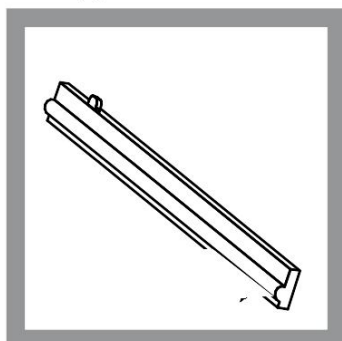

рис. 1
- измеритель толщины обложки с каналом (6)
- переплетная вкладка C-Bind (приобретается отдельно в составе Комплекта инструментов O.CB INSERTS для Atlas 190) – рис. 1
1. С помощью измерителя (6) подберите нужную толщину (размер) обложки.
3. Перед началом переплета в обложку C-BIND выньте переплетную вкладку (8). На клинья на задней стенке положите переплетную вкладку O. CB INSERTS (рис.1).